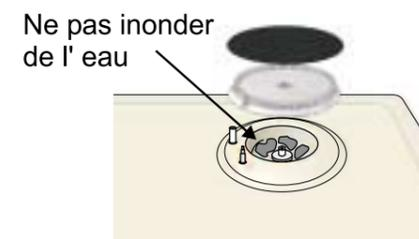

Fig. 28
- Pendant le nettoyage n'utilisez pas trop d'eau pour ne pas submerger le pot du brûleur et par la suite l'injecteur (fig. 28). Si l'injecteur est submergé, le brûleur ne fonctionnera pas.